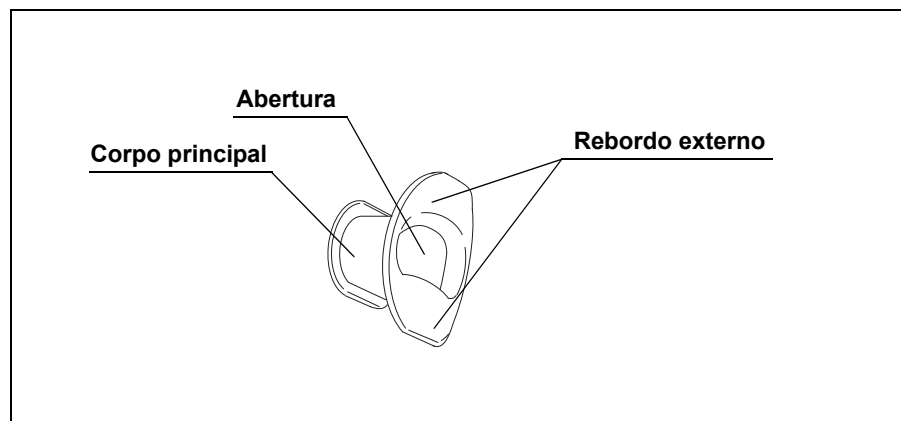

Figura 3.10
1. Certifique-se de que o bocal não tenha fendas nem deformações e não apresente descoloração (consulte Figura 3.10).
2. Com os dedos, inspecione todas as superfícies do bocal para verificar se existem arranhões, fendas ou outras irregularidades (consulte Figura 3.10).